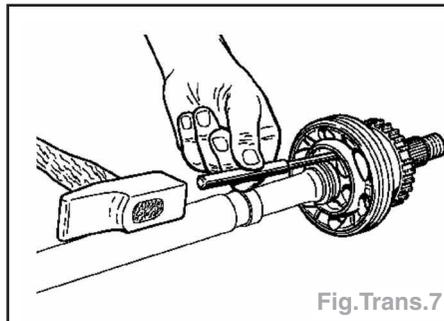

Fig.Trans.7
- Dégager le bol (1) (Fig.Trans.6) de transmission à l'aide d'un chasse goupille (Fig.Trans.7).